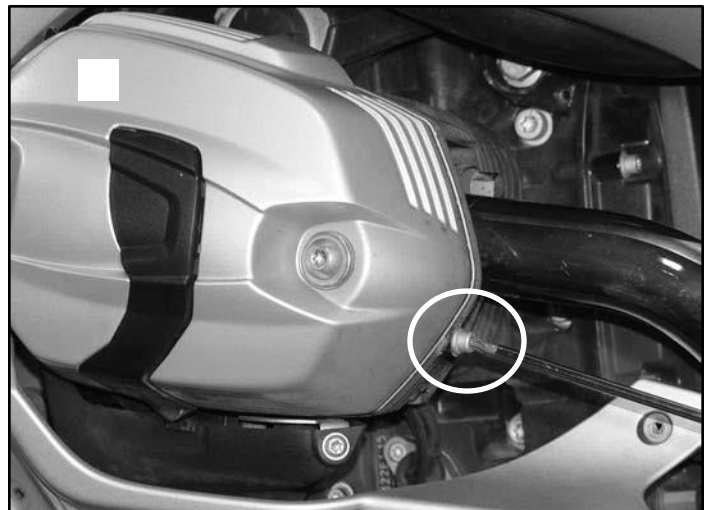

Bild 2
2. Auf beiden Seiten des Motorrads die M6 Schrauben der Zylinderköpfe entfernen. Die Schrauben werden nicht wieder benutzt. **(T30 Torx) Bild 2.**